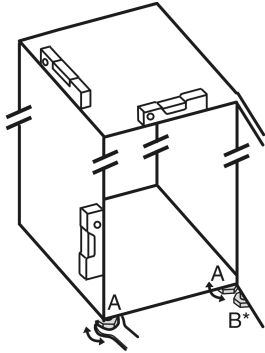

Fig. 4
- ▶ Odvrnite podesive nožice Fig. 4 (A) priloženim viličastim ključem i libelom prema van dok uređaj ne stoji čvrsto i ravno.
- ▶ Odvijte podesivu nožicu Fig. 4 (B) na podlošku ležaja priloženim viličastim ključem dok se ne podupre o pod.
- ▶ Nastavite okretati podesivu nožicu Fig. 4 (B) za 90°.